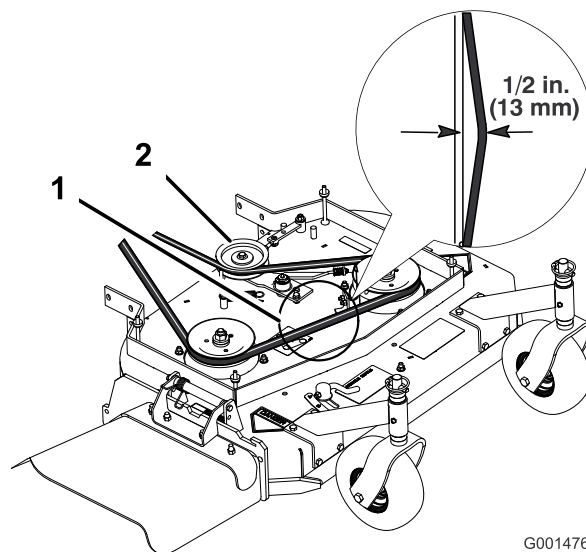
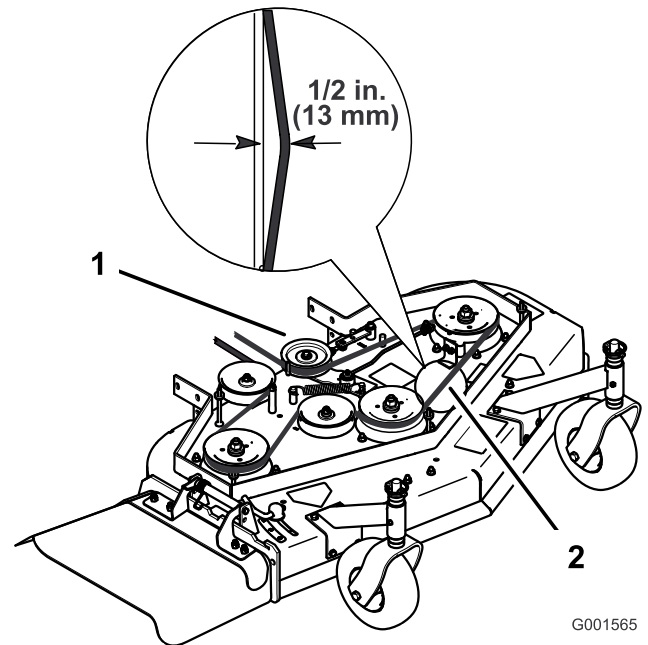

Figura 36
Figura 37
Nota: La tensión correcta de la correa del cortacésped es de 44-67 N (10-15 lbf) con la correa desviada 13 mm (1/2 pulg.) en el punto intermedio entre las poleas (Figura 36 o Figura 37).
3. Afloje la contratuerca del tensor (Figura 36).
4. Gire el tensor hacia la parte trasera del cortacésped para aumentar la tensión de la correa. Gire el tensor hacia la parte delantera del cortacésped para reducir la tensión de la correa (Figura 36).
Nota: La tensión correcta de la correa del cortacésped es de 44-67 N (10-15 pulgadas-libra) con la correa desviada 13 mm (1/2 pulgada) en el punto intermedio entre las poleas (Figura 36).
Nota: La tensión correcta de la correa del cortacésped es de 44-67 N (10-15 lbf.) con la correa desviada 13 mm (1/2 pulg.) en el punto intermedio entre las poleas (Figura 37).